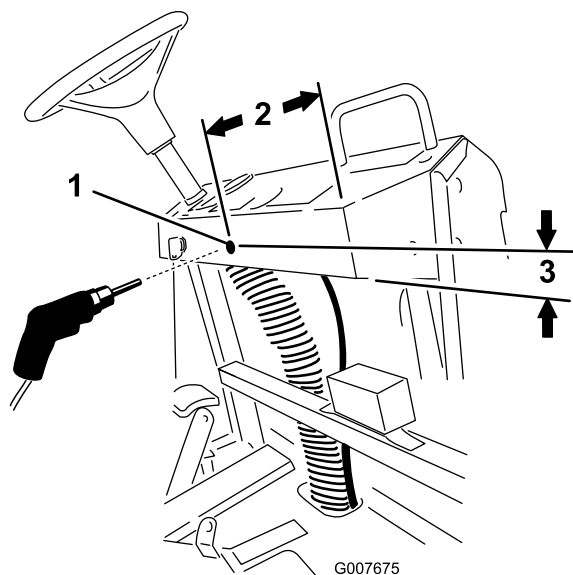

図 2
- A. ダッシュボードの右側から内側に 25 cm 入ったところにマークを付け、さらに、ダッシュボードの下から 4 cm の位置にもマークを付ける（図 2）。